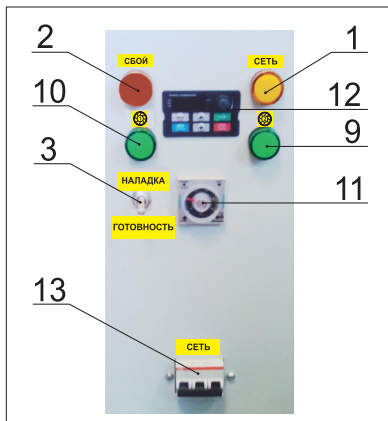

Рис. 1 Пульт управления (вид спереди)
- 1.1 Индикатор «Сеть» (цвет жёлтый–рис.1 поз. 1).
- 1.2 Индикатор «Сбой» (цвет красный–рис.1 поз.2).
- 1.3 2-х позиционный переключатель режимов работы машины (рис.1 поз.3):
- 1.9 Индикатор «Лампа нагрева 1» (цвет зеленый–рис.1 поз.9)
- 1.10 Индикатор «Лампа нагрева 2» (цвет зеленый–рис.1 поз.1.0).
- 1.11 Таймер (рис.1 поз.11).
- 1.12 Частотный преобразователь (рис.1 поз.12).